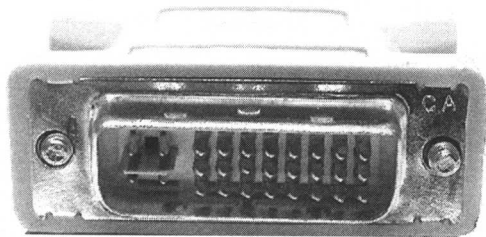

图 1-2 数字信号显示器的接口
(1) 数字信号显示器: 输入信号是分离式的 TTL 脉冲信号, 可以是单色, 也可以是彩色的, 其输入视频信号最多有 6 个, RGB 各 2 个, 最少为 3 个, CGA、EGA 彩色显示器就属于这种显示器, 如图 1-2 所示为数字信号显示器的接口。